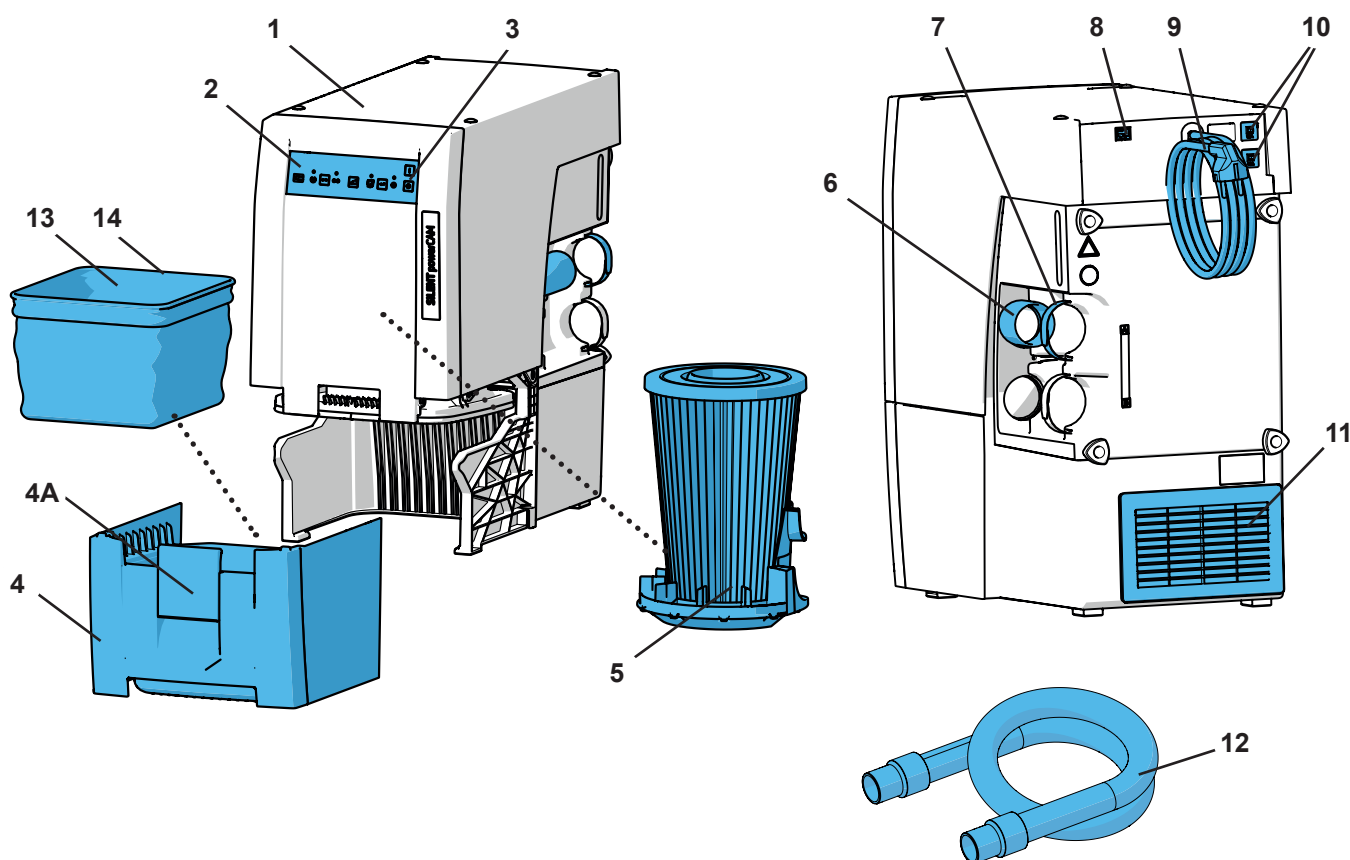

Fig. 1
- Orificiul de evacuare (11, Fig. 1) să nu fie blocat.
- Conductă externă de evacuare a aerului (A) (a se vedea capitolul 4.6).
- O deschidere în partea din spate a dulapului (B), de minimum 250 x 120 mm, în corespondență cu de ieșirea aerului de evacuare (11, Fig. 1).
- Îndepărtați partea din spate a dulapului (C). Distanța de la partea din spate a dulapului la perete min. 50 mm.
⇒ Introduceți cablul de rețea (9, Fig. 1) în priza de perete instalată în clădire.